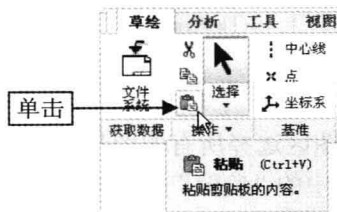

图 3-22 单击“粘贴”按钮
Step 02 在绘图区选择左侧的小圆对象，在“功能区”选项板的“草绘”选项卡中，单击“操作”面板中的“复制”按钮 ，然后单击“粘贴”按钮 ，如图 3-22 所示。